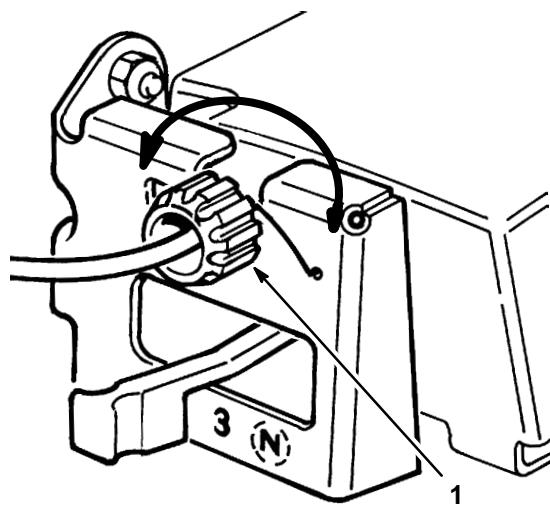

Figure 22
2. AJUSTE (Fig. 22)—Haga girar la perilla de control 1/2 vuelta hacia la derecha si la cortadora no se propulsa sola. Si se mueve muy lentamente hacia adelante, haga girar la perilla 1/2 vuelta hacia la izquierda para aflojar la correa.